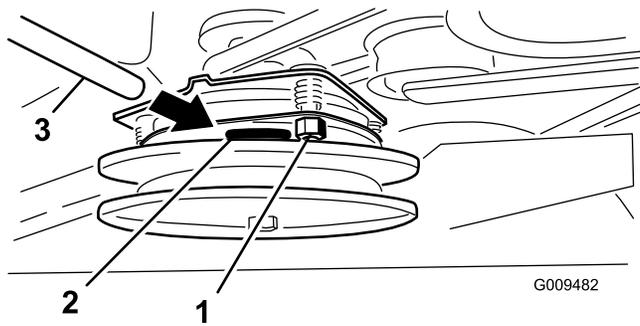

Figura 55
2. Si no es correcto, ajústelo a 0,381 mm en cada una de las tres posiciones de la ranura de ajuste. Apriete las contratuercas hasta fijar ligeramente la galga pero dejando que ésta se pueda mover con facilidad en la separación (Figura 55).